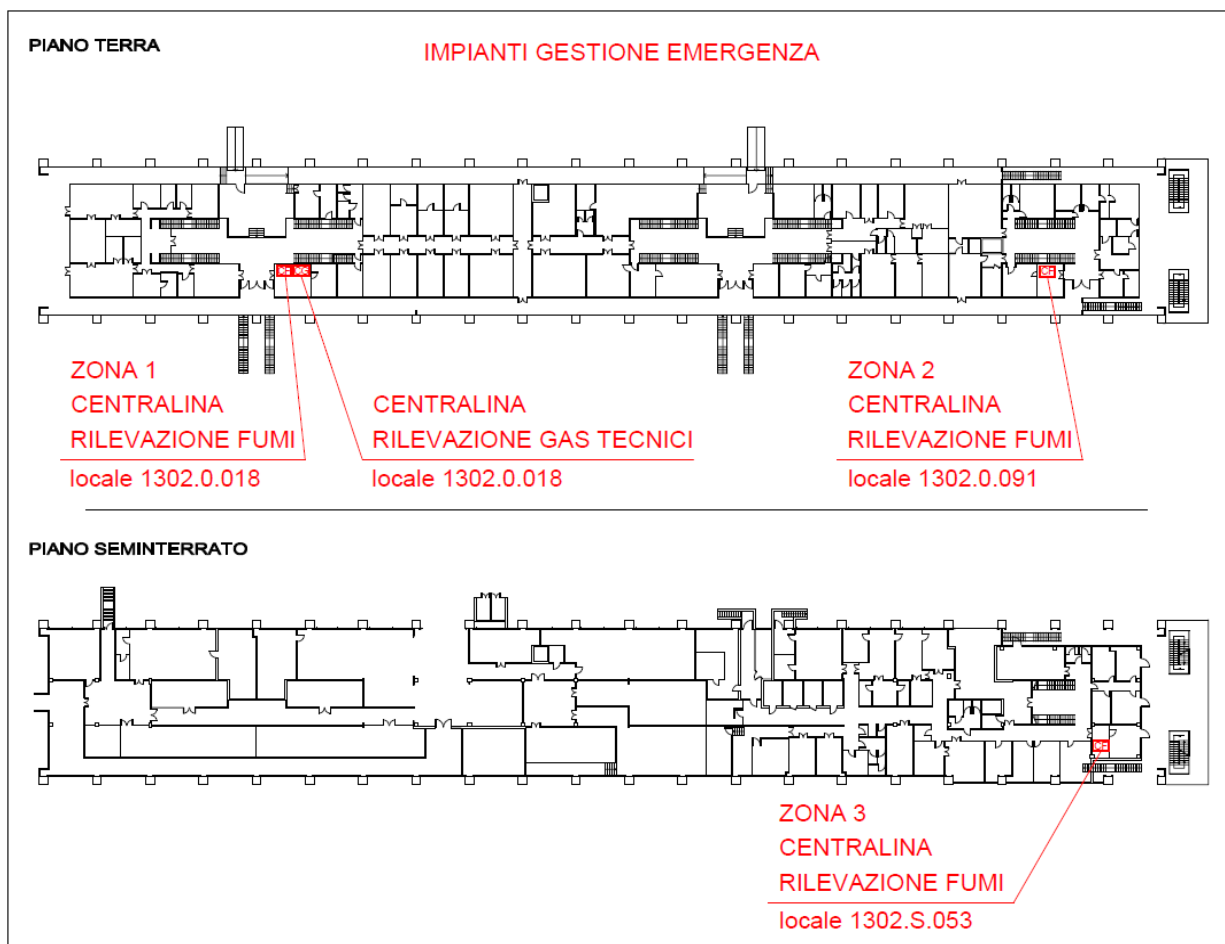

Figura 1. Ubicazione impianti gestione emergenza.
La struttura è dotata di un sistema di allarme automatico per la rilevazione e segnalazione di incendi. Il sistema è costituito da tre impianti indipendenti, con relative centrali di comando (vedi p.to 3.4 – Figura 1), rilevatori di fumo, pulsanti manuali e badenie (campane).
La centrale di comando è posizionata nel locale 1302_0_018 al piano terra (vedi p.to 3.4 – Figura 1)
La centrale di comando è posizionata nel locale 1302_0_091 al piano terra (vedi p.to 3.4 – Figura 1)
La centrale di comando è posizionata nel locale 1302_S_053 al piano seminterrato (vedi p.to 3.4 – Figura 1)
La struttura è inoltre dotata di un impianto per la rilevazione dei gas metano e gas tecnici (anidride carbonica) la cui centrale di comando è posizionata nel locale 1302_0_018 al piano terra (vedi p.to 3.4 – Figura 1).
- I Coordinatori per l’Emergenza e tutti gli Addetti alla Lotta Antincendio che non si trovano nelle immediate adiacenze del locale in allarme, si recano presso la centrale di comando dell’impianto attivo (vedi p.to 3.4 – Figura 1) per individuare la zona in allarme.
- Confermano l'ordine di evacuazione dell'edificio (**suono continuo o alternato delle badenie e allarme a voce**) premendo un pulsante "allarme antincendio" (vedi ALLEGATO 2) per ogni zona dell'edificio (vedi p.to 3.4 – Figura 1), nel caso in cui non sia ancora stato premuto e divulgando un messaggio a voce nelle zone scoperte dall'allarme;
- Effettuano la chiamata ai **Vigili del Fuoco (115)** e, se necessario, la chiamata **all'autoambulanza (118)**;